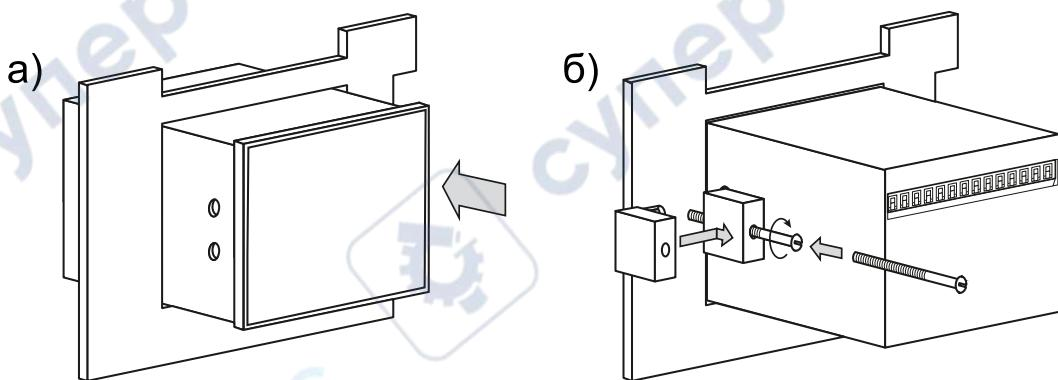

Рисунок 4.4 – Монтаж преобразователя щитового крепления
4. Вставить фиксаторы из комплекта поставки в отверстия на боковых стенках преобразователя ( рисунок 4.4, б.).